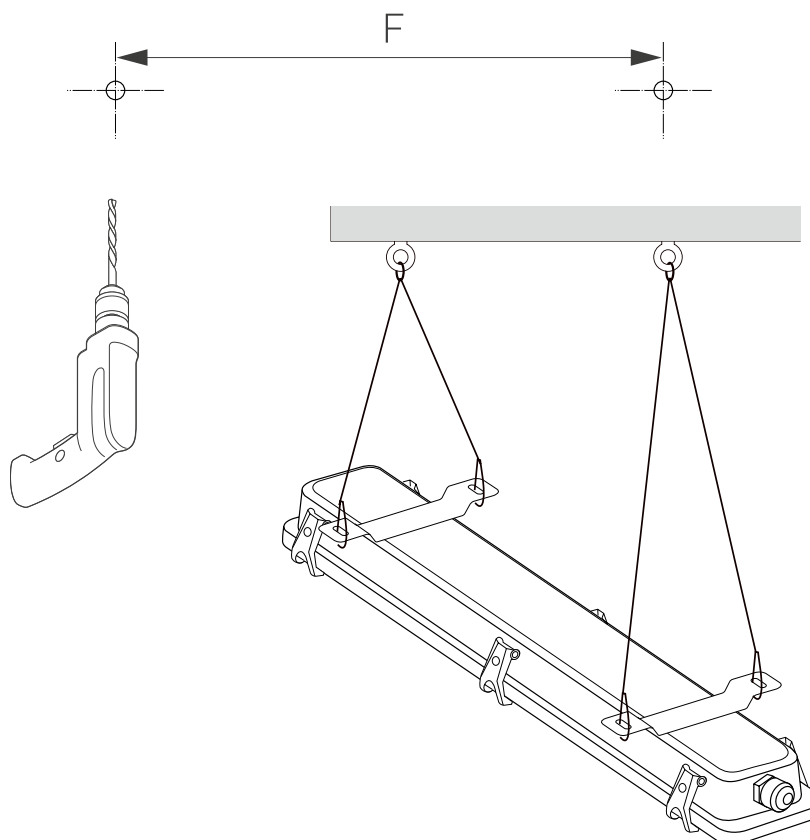

Рис. 2. Установка светильника подвесным способом
- Для подвесного монтажа (рис. 2) выберите место для установки светильника и выполните разметку отверстий под рым-болты согласно выбранным размерам светильника. Просверлите отверстия, вставьте в них анкеры, вкрутите рым-болты до упора.